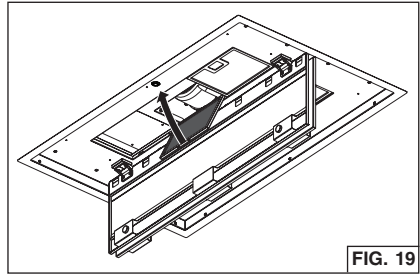
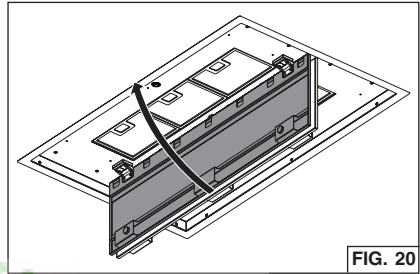

FIG. 19
FIG. 20
1. Estire hacia abajo los dos paneles de cierre como se ilustra. Fig. 19 y Fig. 20.